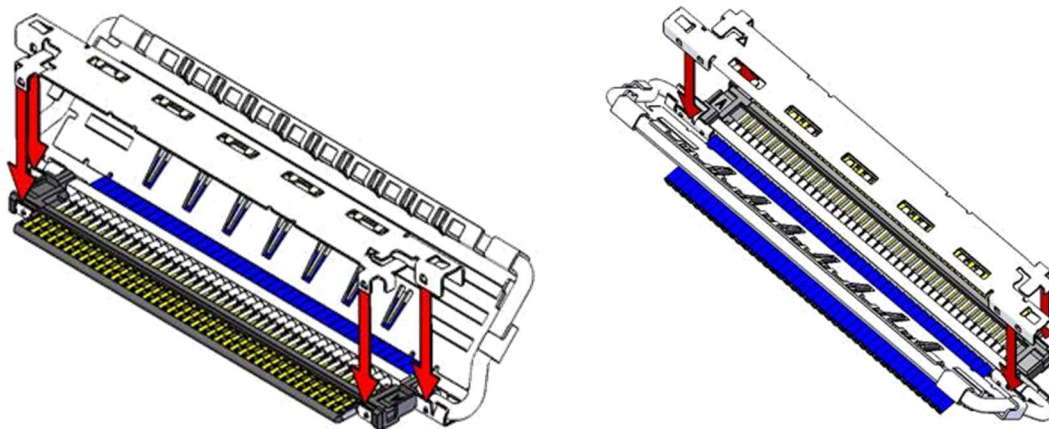

图 8 外壳 A 组装
②如图 8 所示，从 Housing assembly 的上侧组装 Shell-A。